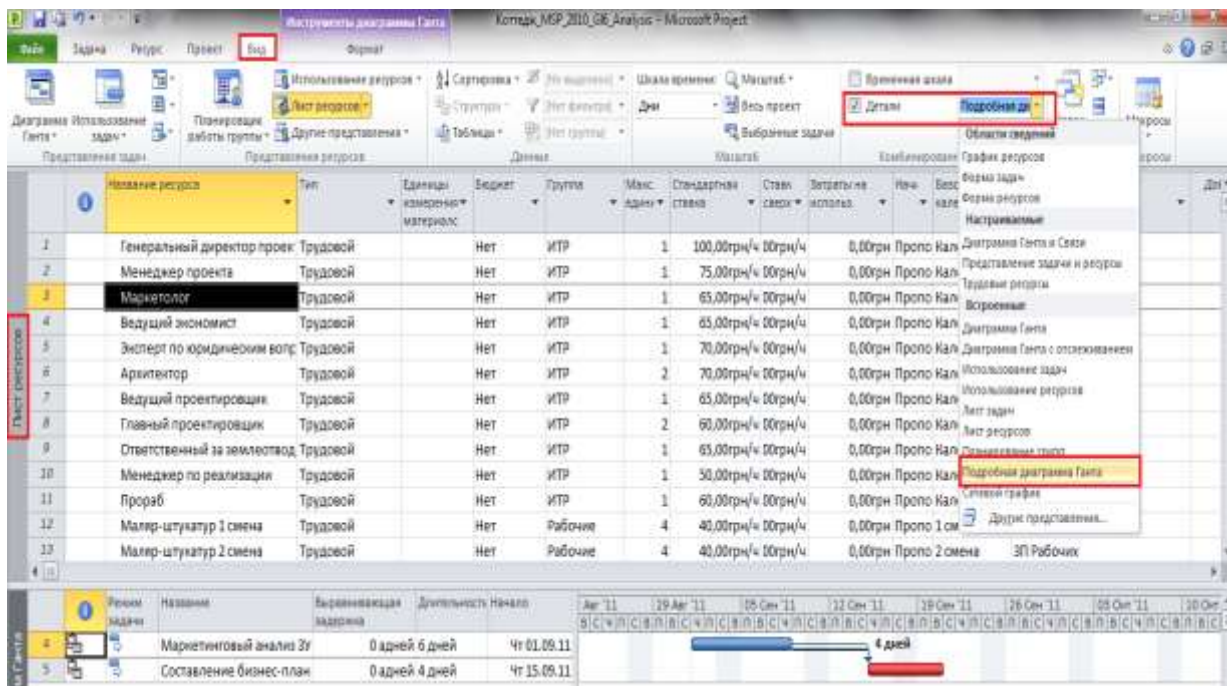

Рис. 9.9 - Критический путь ресурсов (трудовых, материалов или затрат)
2. На закладке «Вид» в области «Комбинированный режим» поставить галочку «Детали» и выбрать, например, «Подробная диаграмма Ганта», Рис. 9.9.
Теперь при выборе того или иного ресурса (трудового, материального или затратного) в нижней части будет отображаться на диаграмме Ганта список задач, на которых назначен выбранный ресурс. И в случае, если задача критическая, она будет выделена красным цветом, если не критическая, то справа от задачи будет выведена информация о ее резерве по времени, Рис. 9.9.